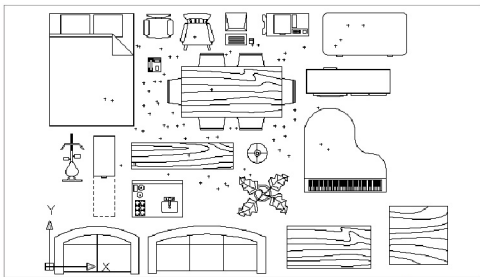

图 1.17 临时标记光标点位的点标记
(1) 重画：将系统变量 BlipMode 设置为 ON，在选择对象、绘制图形或者编辑图形时，会在绘图区域出现临时标记光标点位的小“十”字叉符号（图 1.17），这些符号被称为点标记。这些点标记会帮助用户在绘图区域中定位，但也会使绘图区域显得非常零乱。这时可以使用【重画】命令刷新绘图区域，清除点标记。